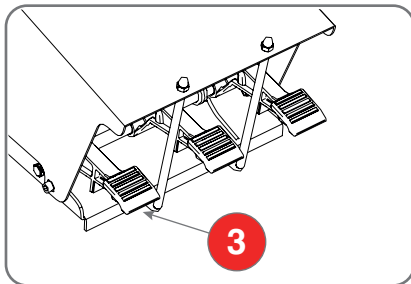

Fig. 6.10
- Das Pedal (3 - Abb.6.10) drücken, um das Einspannsystem des Spannfutters zu lösen.
- Das Pedal (3 Abb.6.10) loslassen.